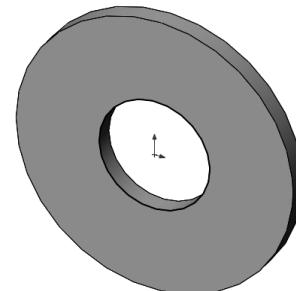

图 5-139 转换实体引用圆
- [3] 单击 CommandManager 草图上的【转换实体引用工具】按钮 \square ，转换实体引用圆，如图 5-139 所示。